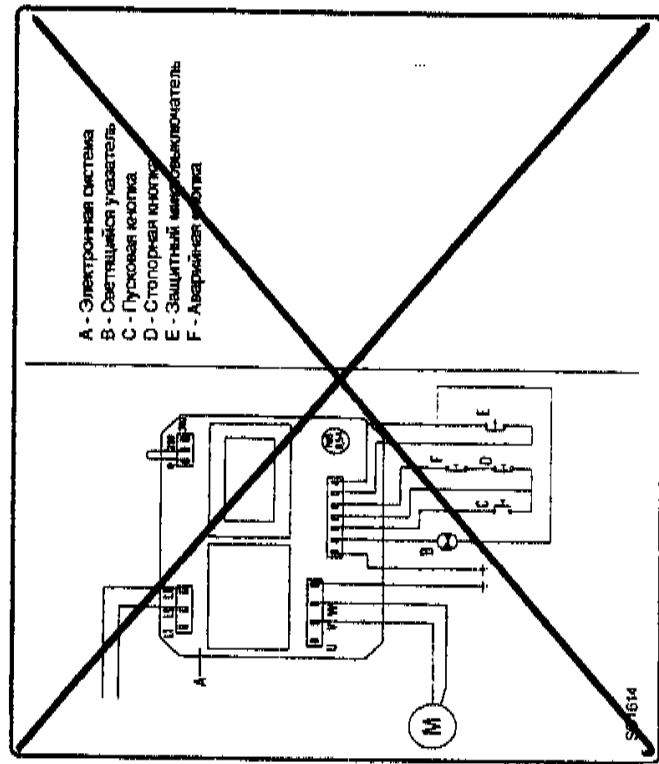

Fig. 2.6.2
2.6.2 - Однофазная электрическая схема (рис. 2.6.2.)